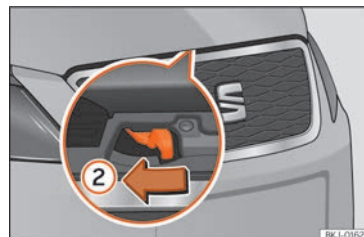

Abb. 172 Hebel unter der Motorraumklappe.
- Um die Frontklappe zu öffnen, drücken Sie den unterhalb der Frontklappe mittig vorgesehenen Hebel mit der Hand nach links >>> **(Abb. 172) ②**. Die Fanghaken werden entriegelt.